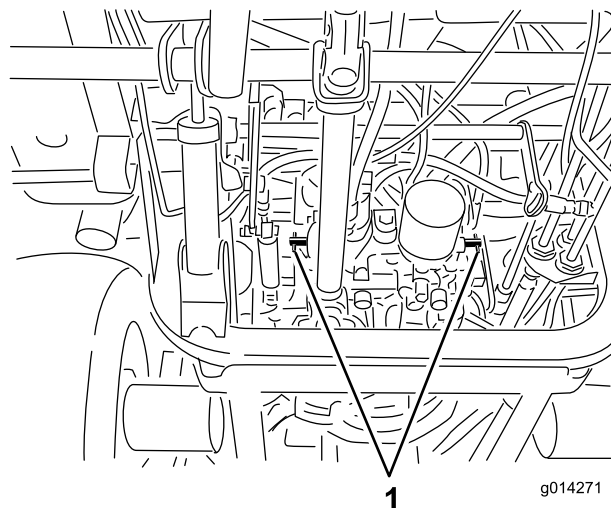

Figura 22
4. Gire las válvulas de desvío una vuelta en el sentido contrario a las agujas del reloj (Figura 22).
Gire cada válvula de desvío una vuelta en el sentido de las agujas del reloj y apriételas a mano (par de apriete de 8 N·m [71 pulgadas-libra] aproximadamente) (Figura 22).